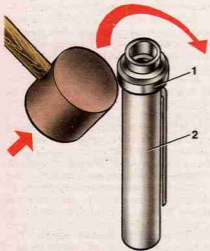

Рис. 4.12. Снятие направляющей втулки штока: 1 – направляющая втулка; 2 – цилиндр
– осторожно медным молотком или специальной выколочкой выбейте направляющую втулку (рис. 4.12) из рабочего цилиндра; при этом следите, чтобы на цилиндре не возникли забоины;